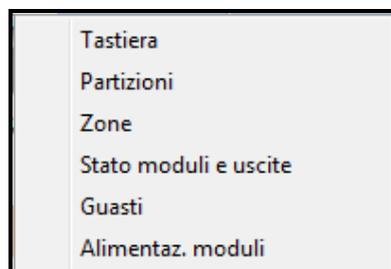

Figura. 4. Menu mostrato dopo la pressione del bottone .
-  Stato del sistema – il bottone apre il menu a scorrimento presentato in Figura 4.